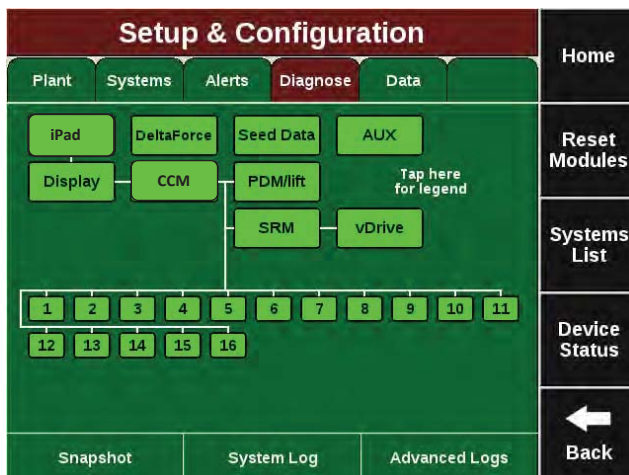

Ilustración 3
- 1.6 Dirigirse a la pestaña "Diagnosticar". Confirmar que los sistemas configurados están en verde. Consulte la Ilustración 3.